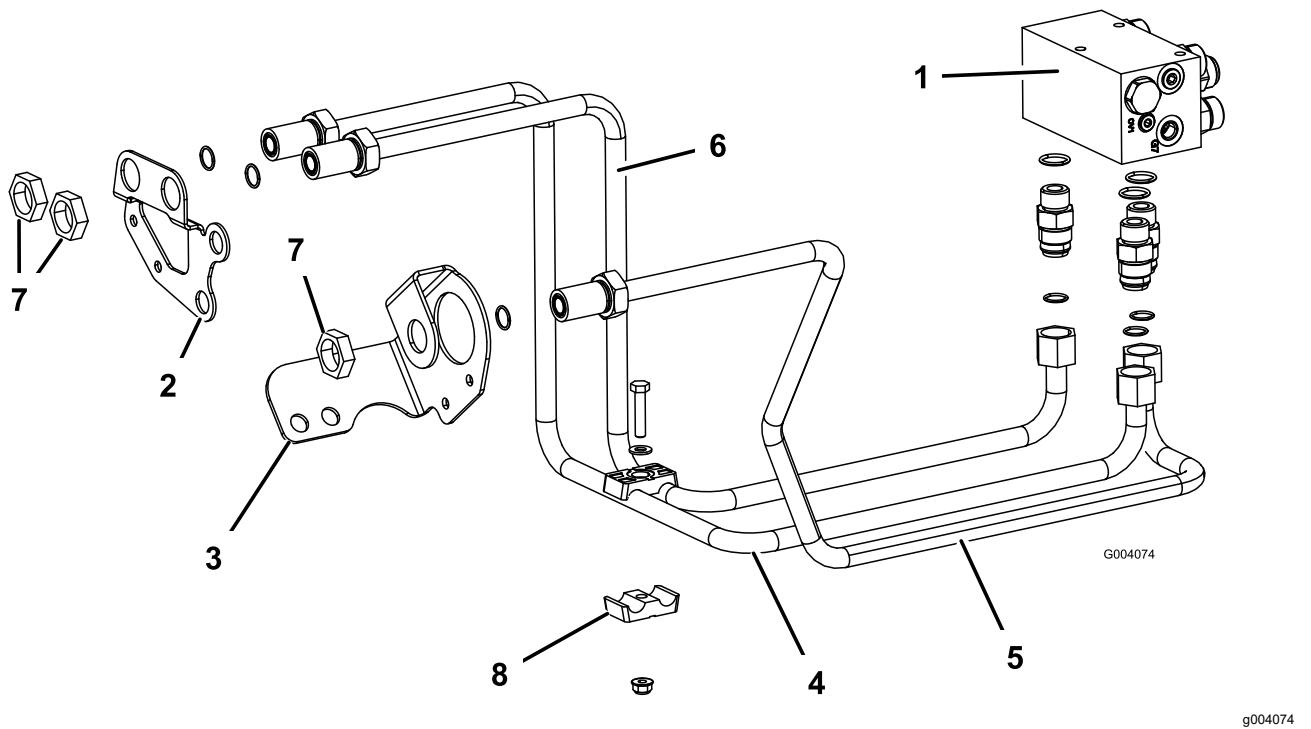

Figure 9
au trou droit dans le support de traversée droit du cadre (Figure 9).
2. Fixez l'arrière du tube hydraulique au raccord du collecteur et l'avant au support de traversée au moyen d'un contre-écrou (Figure 9).
3. Faites passer le tube hydraulique (réf. 108-7626) du raccord central du collecteur marqué « REV » au trou dans le support de traversée gauche du cadre (Figure 9).
5. Faites passer le tube hydraulique (réf. 108-7625) du raccord droit du collecteur marqué « LF » au trou gauche dans le support de traversée droit du cadre (Figure 9).
7. Réunissez les 2 conduits de traverse droits au moyen des demi-colliers, de la vis (5/16 x 1-1/2 po), d'une rondelle plate (0,344 x 0,688) et d'un contre-écrou (5/16 po) (Figure 9).